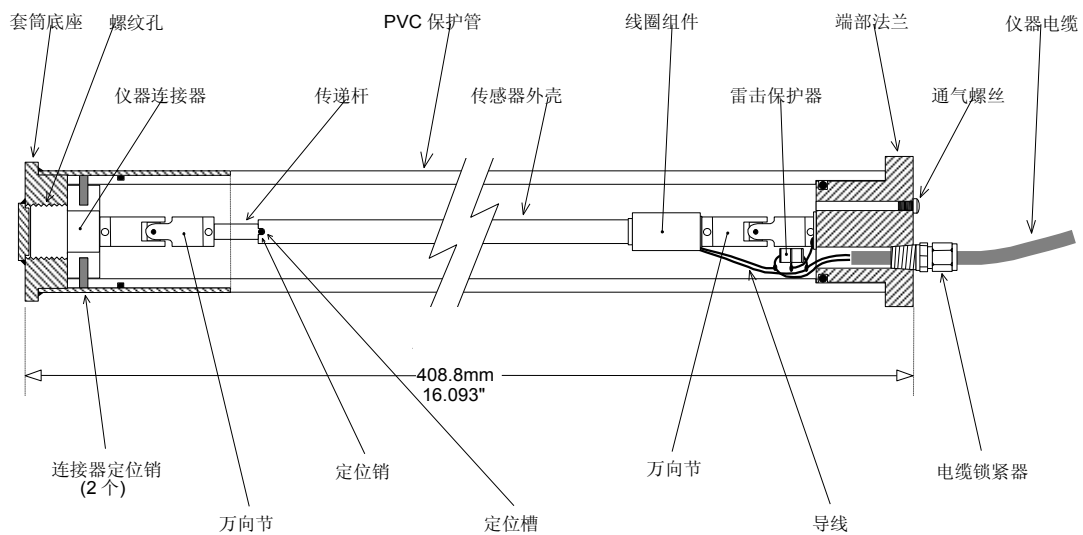

图 1 - BSIL-J1 型振弦埋入式测缝计
2. 把测缝计放进套筒底座之前，应保证连接头的定位销销钉落入传感器塑料保护管的定位槽内，见图 1。
3. 讲测缝计靠电缆端法兰盘端部卸下密封通气螺丝，见图 1。
- 测缝计的传递杆位置是否超出了仪器的特定量程？注意当传感器的传递杆连同定位销钉完全缩回定位槽时（图 1），读数很可能不稳，因为振弦欠量程，没有在额定工作范围内。